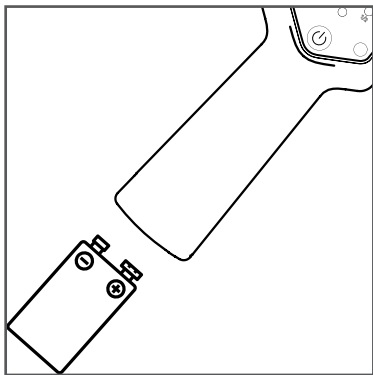

Рисунок 2
- Открыть резиновую заглушку на рукоятке изделия (рис. 2).
- Аккуратно вытянуть контактную площадку (рис. 2).
- Подключить аккумулятор к контактной площадке (рис. 2).
- Установить аккумулятор в рукоятку и закрыть резиновую заглушку (рис. 2).